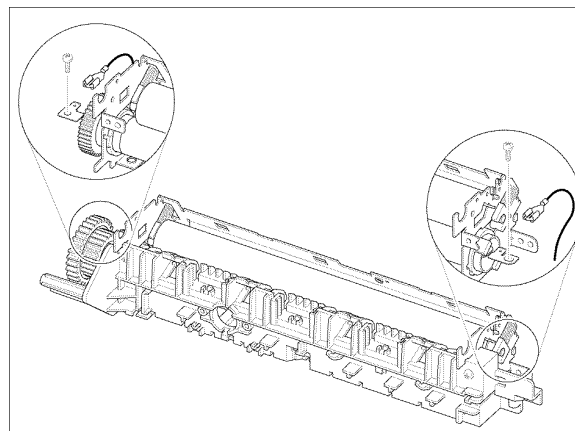

Рисунок 9
11. Отсоедините жгут галогенной лампы, затем выкрутите 2 винта, рисунок 9.